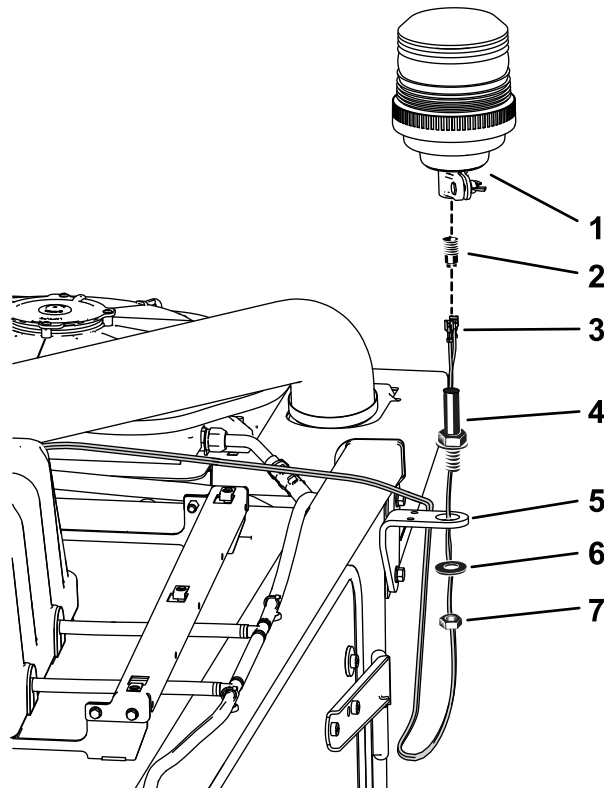

図6
5. キャブにビーコンブラケット取り付けす (図6)。
注 ビーコンのコネクタは、ビーコンソケットにねじ込まれています。はずして接続することができます 図6。
8. 図6のように、ビーコンをブラケットに取り付ける。